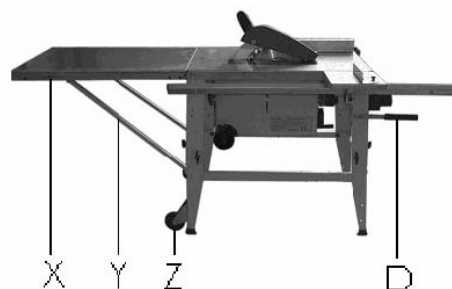

Fig. 8
Montér det bageste forlængerbord (X, fig. 8) og støttestiverne (Y).